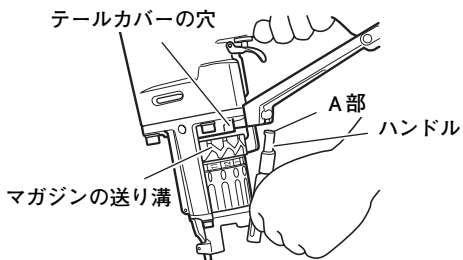
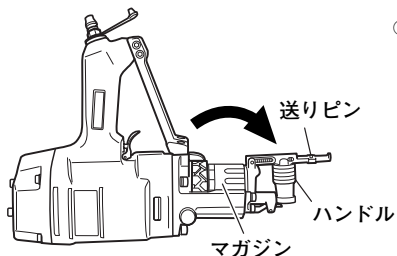

図 8
図 9
- 図1に示すハンドルを手で持ち、多くとも12回上下動すると(図15参照)、ハンドルの先端(A部)がテールカバーの穴からはずれます。(図8)
- エアプラグが上になるように機体を置いて、ハンドルを矢印の方向に開いてください。(図9)
- 図 9 の矢印方向と逆方向にハンドルを回転させ、図 8 の姿勢でハンドルを押し下げ、ハンドルの先端(A部)をテールカバーの穴にセットします。